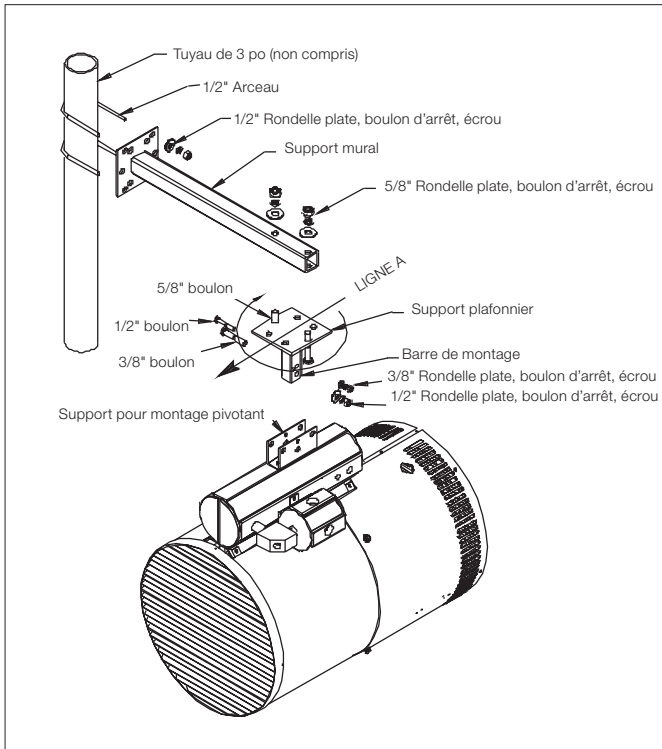

Figure 6 – Montage sur pieu
- 3.1 Fixer le support plafonnier au support mural avec l'orientation préférée. Assurer que la « LIGNE A » (Figure 6, page 19), la ligne perpendiculaire entre les trous de boulonnage de la barre de fixation, sont pointées dans le sens de circulation préféré. Fixer le support mural au pieu à l'aide des arceaux 1/2 po, écrous et rondelles fournis. Assurez-vous que des rondelles d'arrêt ou boulons de blocage sont fixés à tous les écrous.